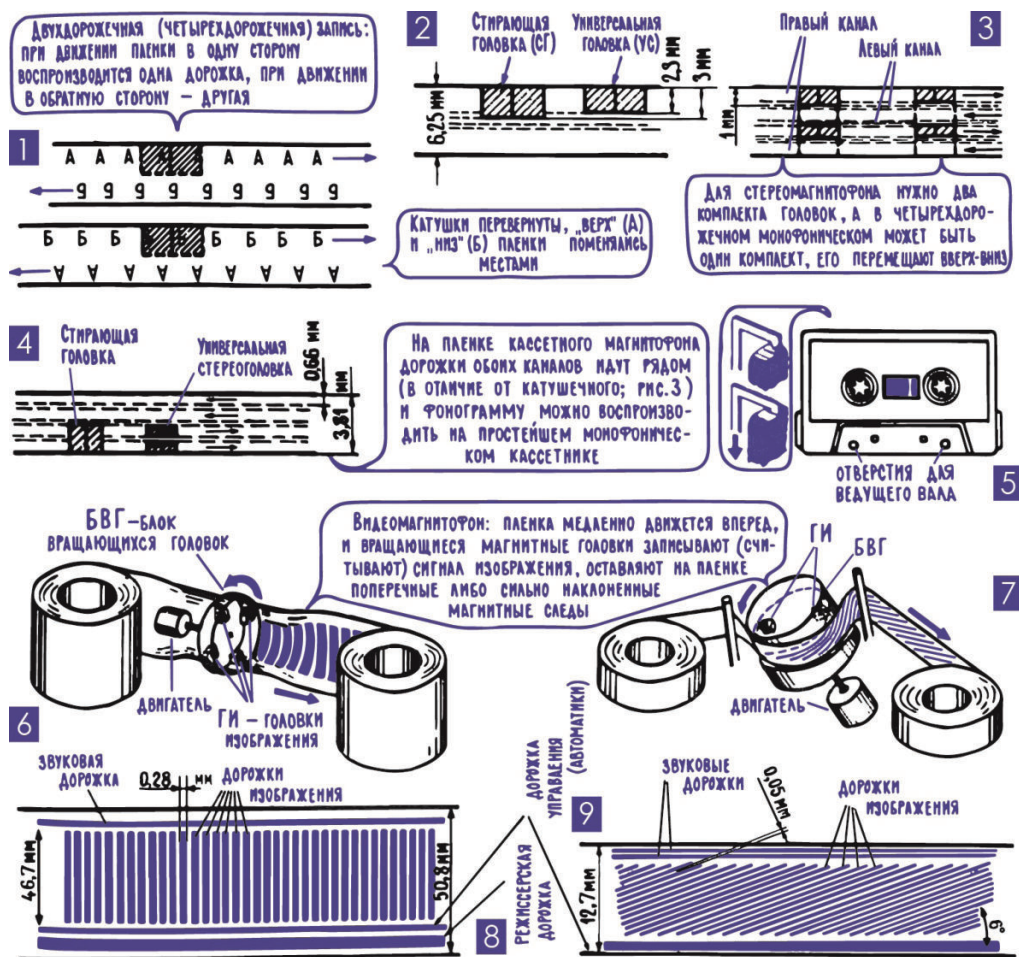

Рис. 13.14. Многодорожечная запись звука и видеозапись
26. В большинстве магнитофонов электрический сигнал записывают на двух или на четырех параллельных дорожках, а в видеомагнитофонах – на большом числе дорожек, расположенных под углом или поперек пленки. Для магнитофонов, где пленка наматывается на катушки, шестимиллиметровая пленка, пожалуй, самая удобная. Во всяком случае, более узкая пленка, по-видимому, легко спутывалась, перекручивалась и рвалась бы. С другой стороны, при современных ферромагнитных покрытиях пленки, магнитных головках, усилителях можно было бы обойтись и более узкой пленкой. Компромиссным решением стала многодорожечная запись – сначала на стандартной шестимиллиметровой пленке стали записывать две фонограммы, а часто и четыре (рис. 13.14). Соответственно, уже при двухдорожечной записи возможна двухканальная стереофония, а при четырехдорожечной – даже квадрофония.
Проигрывание фонограмм с разных дорожек возможно двумя разными способами. В большинстве двухдорожечных магнитофонов головки просто закреплены в приподнятом положении, чтобы они прилегали к пленке не по всей ширине, а лишь к ее половине (рис. 13.14; 1). При этом чтобы перейти с одной дорожки на другую, пленку нужно просто перевернуть. Это довольно удобно, можно обойтись без перемотки пленки – в одну сторону проигрывается одна дорожка, а затем кассеты меняют местами, переворачивают, и звучит вторая дорожка.
Есть магнитофоны, в которых два комплекта головок, их можно переключать в зависимости от того, какая дорожка используется для записи или воспроизведения. Причем пленка может двигаться как в одну, так и в другую сторону, что создает дополнительные удобства – катушки не только не нужно перематывать, но даже не нужно переставлять. Иногда в магнитофонах такого типа имеется один комплект головок, и при переходе с дорожки на дорожку головки просто поднимаются или опускаются. В четырехдорожечных магнитофонах имеются два блока – блок стирающих головок и блок универсальных головок, в каждом из которых по две одинаковые головки, расположенные одна над другой (рис. 13.14; 3). При стереофонии обе головки одного блока работают одновременно, каждая в своем канале.
ловки (см. предыдущий раздел). Для записи звука в диапазоне до 20 кГц в магнитофонах первого класса скорость движения ленты почти 20 см/с (19,5 см/с), и отсюда можно подсчитать, что для записи видеосигнала ленту нужно протягивать мимо головки со скоростью $20 \cdot 300 = 6000$ см/с = 60 м/с, примерно 200 км/ч! Трудно представить себе магнитофон, где лента движется быстрее курьерского поезда, не говоря уже о том, что при такой скорости большой пятисотметровой катушки хватит на каких-нибудь 8 секунд. И вместе с тем задача магнитной записи видеосигнала решена, причем решена просто и остроумно: сама лента движется сравнительно медленно, переходя с одной катушки на другую, а магнитная головка, вращаясь очень быстро, с огромной скоростью «прочерчивает» на ленте параллельные магнитные дорожки с записью видеосигнала. Эти невидимые дорожки располагаются иногда поперек пленки (рис. 13.14; 8), а чаще под небольшим углом (рис. 13.14; 9). Чтобы запись, а затем и воспроизведение сигнала шли непрерывно, используются две или четыре вращающиеся головки, они размещены на блоке вращающихся головок БВГ, который сидит на оси отдельного двигателя (рис. 13.14; 6, 7).
На ленте выделено место для двух дорожек записи звука (рис. 13.14; 9), а также для дорожки сигналов автоматики. Изображение будет устойчивым лишь в том случае, если и лента, и магнитные головки на БВГ будут двигаться очень точно и равномерно. Причем требования к механическим системам предъявляются настолько жесткие (БВГ, например, не должен отклоняться от своего «расписания» даже на миллионные доли секунды), что выполнить их можно только с помощью систем электронной автоматики, управляющих скоростью и фазой вращения двигателей ведущего вала и БВГ. Четкая система автоматического управления двигателями видеомагнитофона позволяла записывать изображение очень узкими дорожками, и на небольшой, размером с ладонь, кассете видеомагнитофона ВМ-12 умещалась трехчасовая программа, например два полнометражных фильма.
А сейчас нам пора возвращаться к аппаратам для записи звука, и видеомэгнитофон ВМ-12 дает удобный повод – идея кассет для магнитной ленты, как и многое другое, пришла в видеозапись из звукозаписи. Удобство кассет не требует особых объяснений – кассета избавляет вас от необходимости каждый раз заправлять ленту, кассеты проще хранить, чем катушки, легче находить нужную запись. Первоначально кассеты применялись в переносных магнитофонах не очень высокого класса, с учетом этого и создавался соответствующий стандарт: невысокая скорость протягивания ленты, в основном 4,76 см/с, иногда еще и вторая скорость для записи речи (кассетный диктофон) – 2,38 см/с; пленка довольно узкая (ширина 3,81 мм) и сравнительно тонкая (до 0,018 мм, из них треть приходится на ферромагнитный слой); при небольшой скорости в компактной кассете умещаются ленты на 60 или на 90 минут звучания. Удобная мелочь: на кассете есть предохранительный пластмассовый язычок (упор). Если его выломать, то в образовавшуюся нишу будет входить рычаг, отключающий при этом систему записи, таким образом, выломав предохранительный язычок, вы защищаете дорогу вам запись от случайного стирания (рис. 13.14; 5).
Постепенно кассетные магнитофоны совершенствовались, появились аппараты четырехдорожечные и стереофонические (в них дорожки левого и правого каналов расположены рядом, и стереозапись можно проигрывать на монофоническом кассетном магнитофоне, разумеется, без стереоэффекта (рис. 13.14; 4). По качеству записи и воспроизведения «кассет-